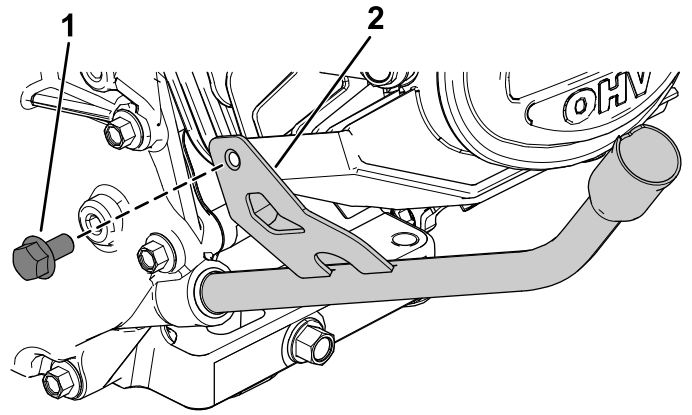

Figura 11
8. Gire el tubo de la varilla hasta que quede paralelo a la superficie de montaje del motor, y sujételo usando el perno que retiró anteriormente (Figura 11).